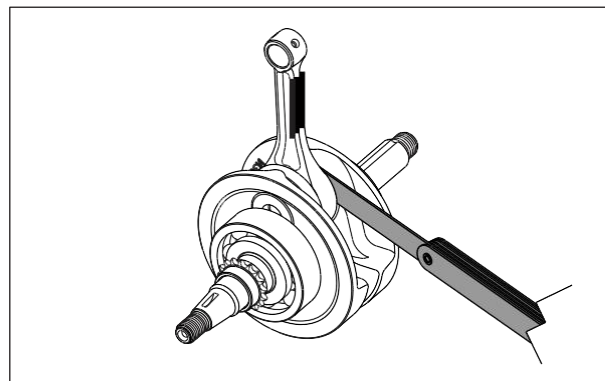

Fig. 3.156
- Mida la holgura entre la biela y el cigüeñal, como se muestra en la figura. Si la holgura es mayor al límite de servicio, reemplace el cigüeñal completo por uno nuevo. (Fig. 3.156)